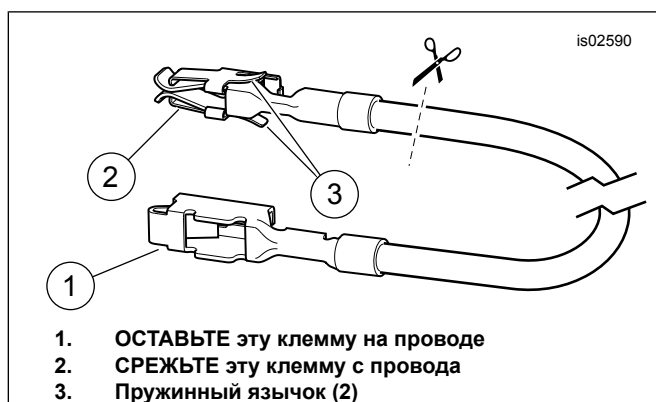

Рисунок 6. Провод переходника блока предохранителей
4. Возьмите из комплекта оранжевый/белый переходник блока предохранителей (10). Обратите внимание на зажим на каждом конце (см. Рисунок 6. В полость предохранителя вставляется только зажим **БЕЗ пружинных язычков**. Аккуратно отрежьте клемму **С** пружинными язычками от провода и утилизируйте ее.